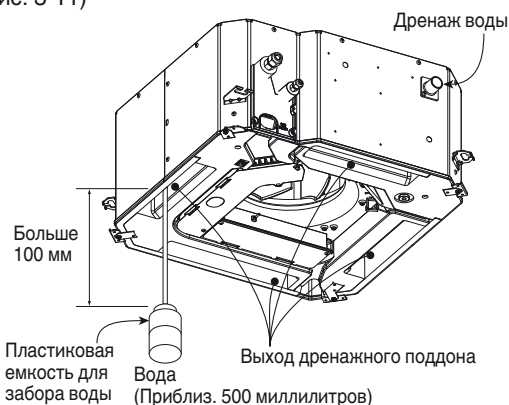

Рис. 3-11
- (1) Подсоедините питание к клеммной панели питания (клеммы R, S) внутри отсека электрических компонентов.
- (2) Медленно налейте около 500 миллилитров воды в дренажный поддон, чтобы проверить дренаж. (Рис. 3-11)